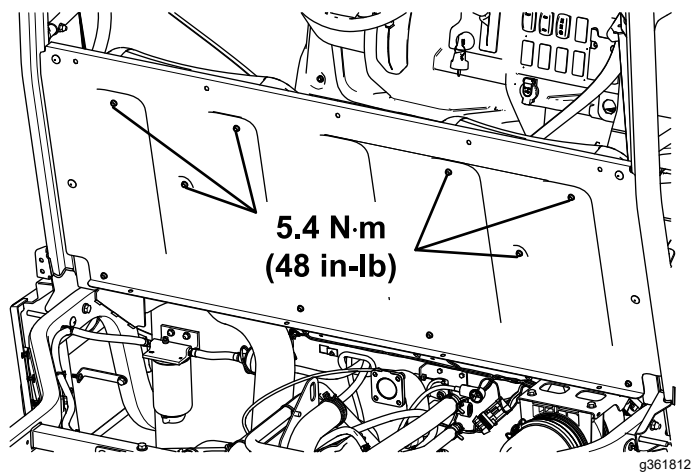

図 24
19. 図 24 のように、六角ワッシャーヘッドボルト1/4 x 3/4"6 本を 5.4 N·m 0.55 kg·m = 48 in-lb にトルク締めする。